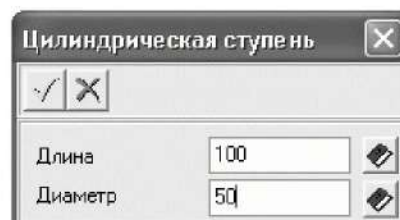

Рисунок 1.6. Диалог параметров цилиндрической ступени вала
1. Выполним команду библиотеки **Внешняя цилиндрическая ступень**. В строке состояния при этом должна отобразиться подсказка: *Укажите плоскость или плоскую грань*. В дереве построения выделим плоскость ZX. Появится диалог параметров цилиндрической ступени (рисунок 1.6). В соответствующие текстовые поля введем величину диаметра ступени – 50 мм, ее длину – 100 мм и нажмем кнопку ОК. В результате библиотека построит цилиндр с указанными параметрами с основанием на плоскости ZX.